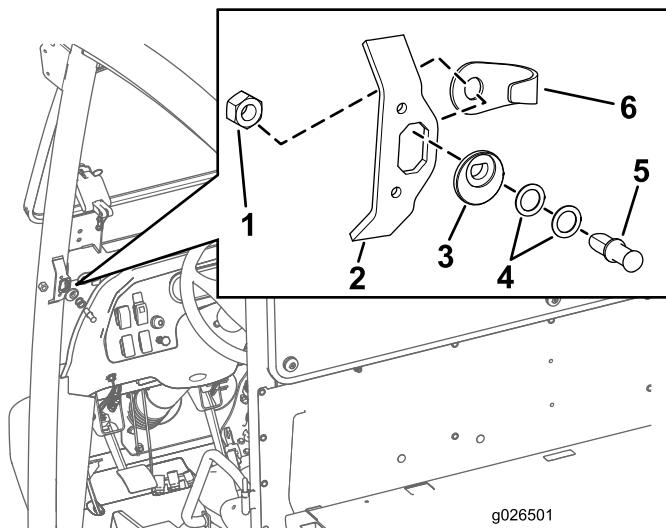

図5
- 図5に示すように、ラッチピンのカムを、ストライカ・プレートの開口部に合わせる。
- ラッチピンのカムにラッチピンを挿入する最初はワッシャを入れないで図5。
- ピンガードと六角ナット7/16インチをストライカ・プレートの裏側にセットする図5。
- ラッチピンについている六角ナット7/16インチを指締めする図5。